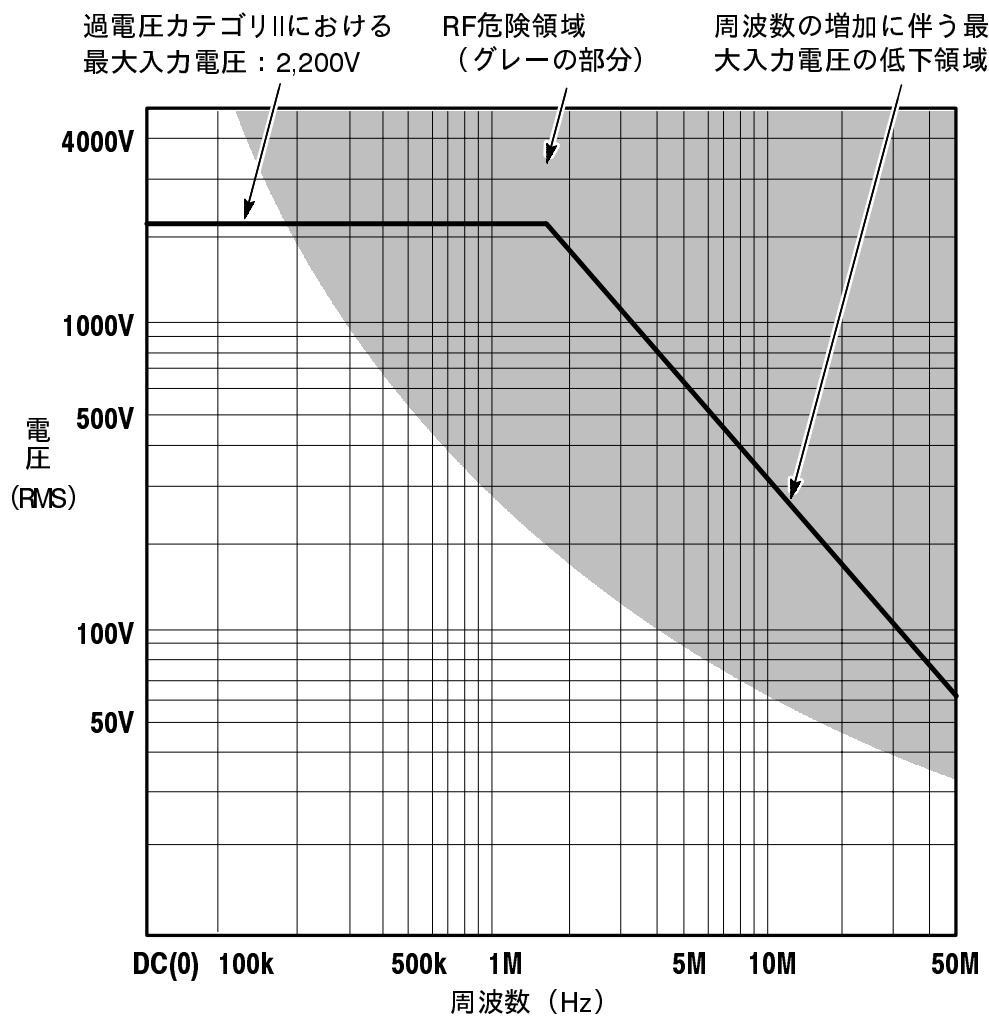

図 2: 安全動作領域 (プローブ - 大地間電圧)
警告：発火によるやけどの危険がありますので、13ページの図2に示す範囲を外れる電圧および周波数を測定している可能性があるときには、プローブ・リードに触れないでください。
1.5MHz以上の周波数では、周波数が高くなるほど最大入力電圧は下がります(図2を参照)。図2は、減衰率が100×および1000×の両方に適用されます。
最大入力電圧 (13ページの図2を参照)